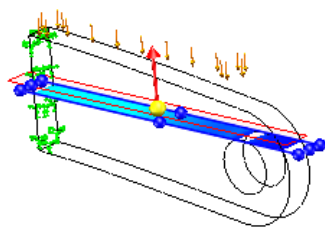

图 12.3.39 在截面上显示图解
- ☒ ☒ **只在截面上加图解** 复选框：选中该复选框，只在截面上显示图解（图 12.3.39）。